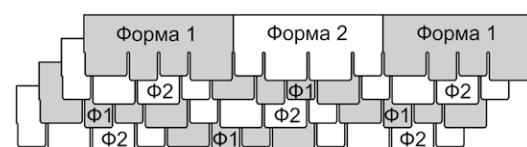

Рис. 20. Схема чередования гонтов гибкой черепицы Döcke LUX коллекции «Саппоро».
8.2.5 Для создания гармоничного рисунка кровли гонты гибкой черепицы Döcke LUX коллекции «Саппоро» при монтаже необходимо чередовать по схеме, представленной на рис. 20.